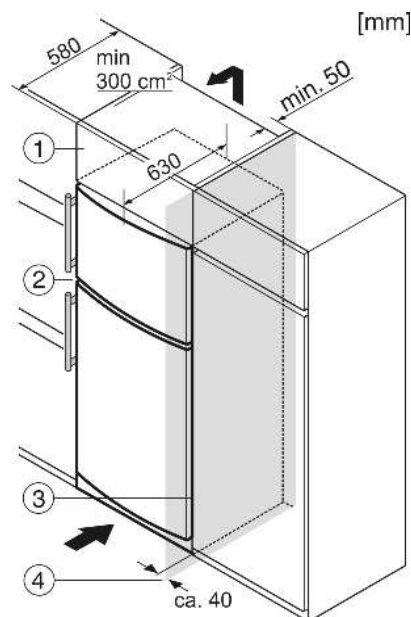

Fig. 9
Устройство может быть окружено предметами кухонной обстановки. Чтобы уравнивать устройство Fig. 9 (2) по высоте с кухонной стенкой, можно установить над устройством соответствующий дополнительный шкафчик Fig. 9 (1).
При комбинировании с обычными кухонными шкафами (глубина макс. 580 мм) устройство можно установить непосредственно рядом с кухонным шкафом Fig. 9 (3). Дверь устройства выступает по сторонам на 34 мм и по центру устройства на 50 мм относительно передней стенки кухонного шкафа. Поэтому ее можно свободно открывать и закрывать.
Если устройство установлено на шарнирах у стены Fig. 9 (4), то расстояние между устройством и стеной должно быть не менее 40 мм. Настолько выступает ручка при открытой дверце.